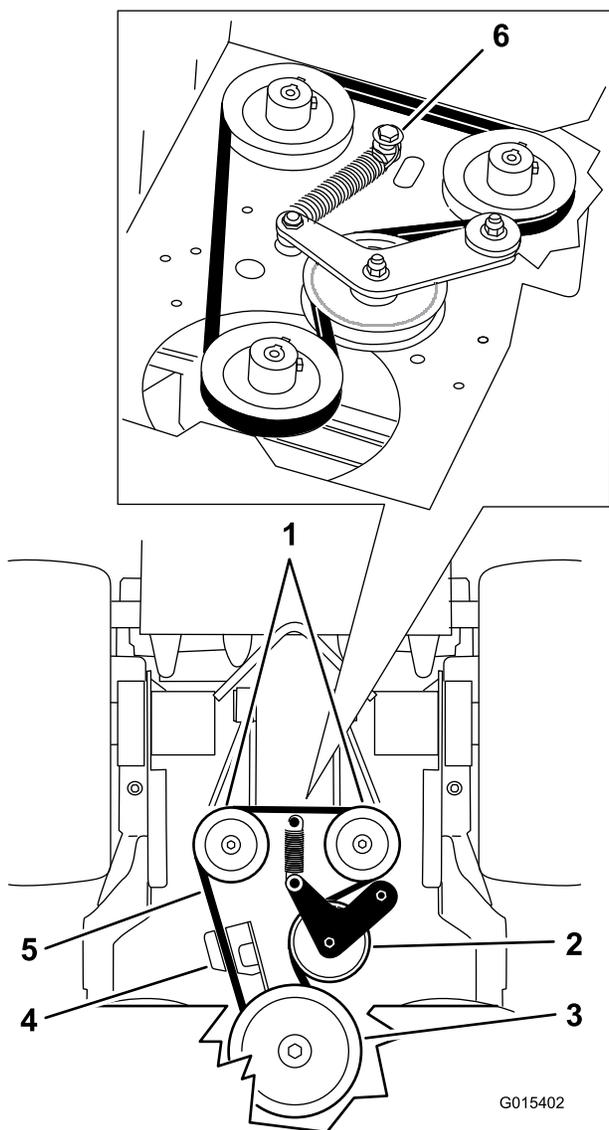

Рисунок 63
6. Снимите ступенчатый болт, гайку и шайбу с деки двигателя и подсоединенной пружины (Рисунок 63).
7. Снимите ремень привода насоса (Рисунок 63).
9. Установите пружину на ступенчатый болт с шайбой и подсоедините ее к деке двигателя гайкой (Рисунок 63).